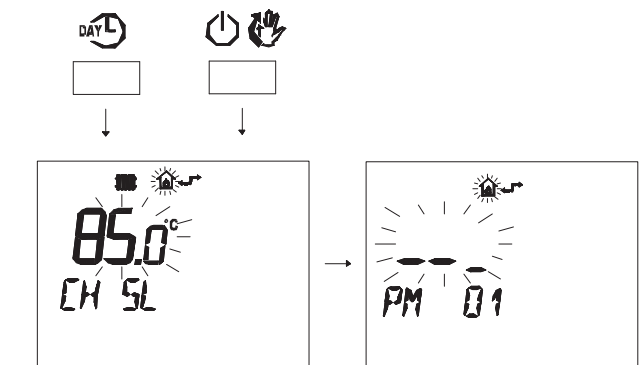

Fig. 5.75
- Premere contemporaneamente i pulsanti DAY L e ON per entrare nella programmazione trasparente (Fig. 5.75).